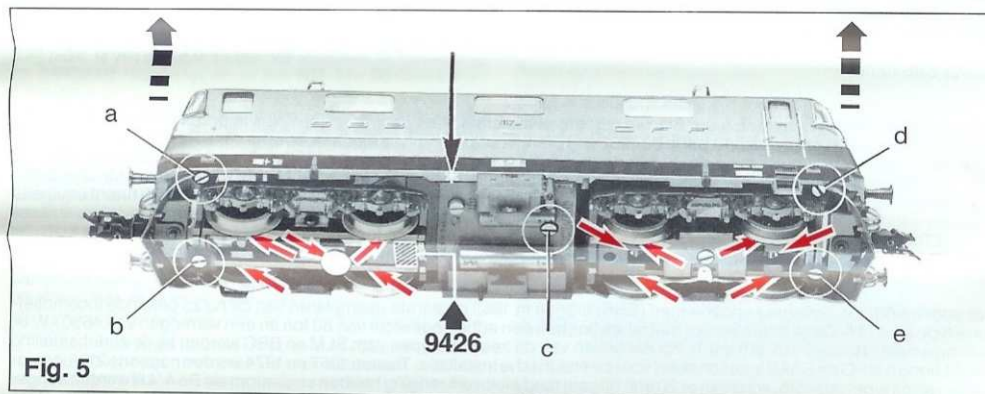

Fig. 5
An der markierten Stelle kann der **Schaltmagnet 9426** eingebaut werden (Fig. 5).
\* Dieser Stern bezeichnet die Masse-führende "gemeinsame Seite" der Lok (Fig. 5).
**Öffnen:** Ein Öffnen der Lok ist nur zum Lampenwechsel, Schleifkohlenwechsel und Ölen der Motor- und Getriebelager erforderlich (Fig. 5).
**Ölen:** Geölt werden Motor und Getriebe nur an den gekennzeichneten Lagerstellen (Fig. 5, 6, 7).
**Current pick-up from the catenary:** The slot on the switch should be set at 90° to the direction of travel (fig. 2 and 4). The indicated point can be used for locating the **switching magnet 9426** (fig. 5).
**To open:** One only needs to open the locomotive, to replace bulbs, to replace carbon brushes, to oil the motor and gear-box axles (fig. 5). Remove the screws **a, b, c, d** and **e**. Carefully lift the body upwards.
**Lubrication:** The motor and gear-box need only be lightly oiled at the bearing points marked (fig. 5, 6, 7). Only use **FLEISCHMANN** oil **6599**. Only put a tiny drop in each place (→), otherwise it will be overoiled. An applicator needle is located in the cap of the oil bottle for your use.
\* This star indicates the so called "common side" of the loco (fig. 5).
L'aimant permanent 9426 peut être monté à l'endroit indiqué (fig. 5).
**Le démontage:** Le démontage de la locomotive est uniquement nécessaire pour le remplacement des ampoules des balais ainsi que pour le graissage du moteur et des engrenages (fig. 5).
**Graissage:** Le moteur et les engrenages doivent être huilés uniquement aux endroits indiqués (fig. 5, 6, 7). N'utilisez que l'huile recommandée **FLEISCHMANN 6599**. Une seule goutte par point à lubrifier (→) afin d'éviter tout excès. L'aiguille montée dans le bouchon du petit flacon convient parfaitement à cet usage.
\* Cette étoile indique le côté "masse" de la locomotive, qui est "commun" aux deux alimentations ci-dessus (fig. 5).
Op de gemerkte plaats kan de **schakelmagneet 9426** gemonteerd worden (fig. 5).
**Het openen van de loc:** Het openen van de loc is alleen nodig bij het wisselen van de lampen en de koolborstels, het oliën van de motoren en de tandwielen (fig. 5). De schroeven **a, b, c, d** en **e** verwijderen. De kap van de locomotief loodrecht naar boven trekken.
**Olieën:** De motor en de aandrijving hoeven alleen op de aangegeven plaatsen geolied te worden (fig. 5, 6, 7). Alleen **FLEISCHMANN**-olie **6599** gebruiken. Een klein druppeltje per smeerpunt (→) is heus voldoende, anders wordt de zaak te vet. Voor een juiste dosering het spuitje gebruiken dat wordt bijgeleverd in het olieflaasje.
\* Deze ster kenmerkt de massa-voerende "gemeenschappelijke kant" van de loc (fig. 5).
På de markerade ställena kan **kopplingsmagnet 9426** monteras (fig. 5).
**Öppning:** Öppning av loket fordras endast vid lampbyte, kolbyte, inoljning av motor- och drivlager och vid byte av koppel (fig. 5). Skruvarna **a, b, c, d** och **e** avlägsnas. Lökkåpan dras rakt upp.
**Inoljning:** Motor och drev inoljas endast på de visade lagren (fig. 5, 6, 7). Använd bara **FLEISCHMANN**-olja **6599**. Endast en droppe per ställe (→), annars blir det för mycket. Använd nålen, som är fäst i locket till oljeflaskan får dosering.
\* Denna stjärna betecknar lokets "viktförande" sida (fig. 5).
Sul posto segnato può essere installato il **dispositivo di comando 9426** (fig. 5).
**Apertura:** L'apertura della locomotiva si richiede solo per il cambio delle lampade, per la sostituzione delle spazzole di carbone di contatto, per oliare i cuscinetti del motore e dell'ingranaggio (fig. 5). Rimuovere le viti **a, b, c, d** e **e**. Sfilare la carcassa della locomotiva verticalmente in alto.
**Lubrificazione:** Il motore e l'ingranaggio vengono lubrificati solo nei punti contrassegnati dei supporti (fig. 5, 6, 7). Utilizzare solo olio **FLEISCHMANN 6599**. Usare soltanto una piccola goccia per ogni punto di oliatura (→), altrimenti si rischia di oliare troppo. Per il dosaggio utilizzare l'ago di cui è provvisto il tappo di chiusura del flacone dell'olio.
\* Questo asterisco contrassegna il "lato comune" della locomotiva che conduce a massa (fig. 5).